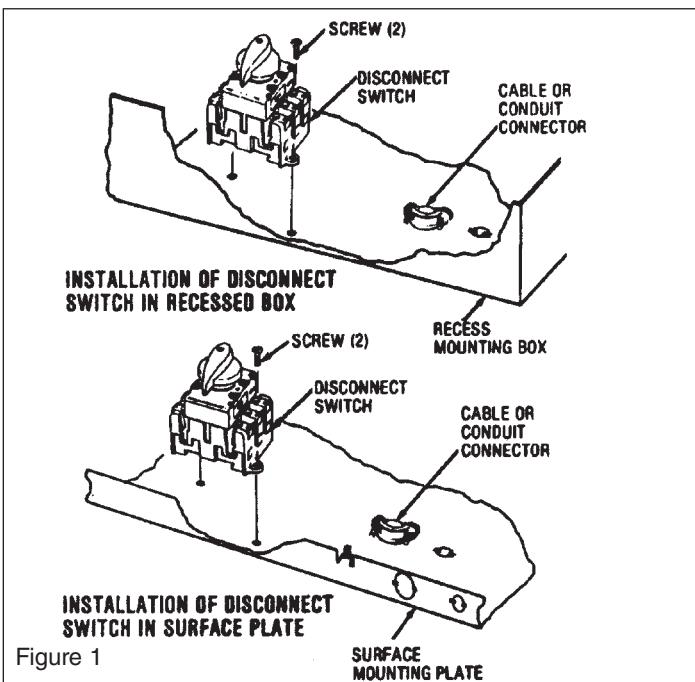

Figure 1
1. Install disconnect switch in the surface mounting plate or recess box as shown in the heater installation instructions and Figure 1 with the terminals marked L1, L2 and L3 toward the knockout.
1. Install disconnect switch in the recess box as shown in the heater installation instructions and Figure 1 with the terminals marked L1, L2, and L3 toward the knockout.
- Instale el interruptor desconectador en la placa de montaje de superficie o caja empotrada según se muestra en la instalación e instrucciones del calentador y en la Fig.1 con los terminales marcados L1, L2 y L3 hacia el orificio ciego.